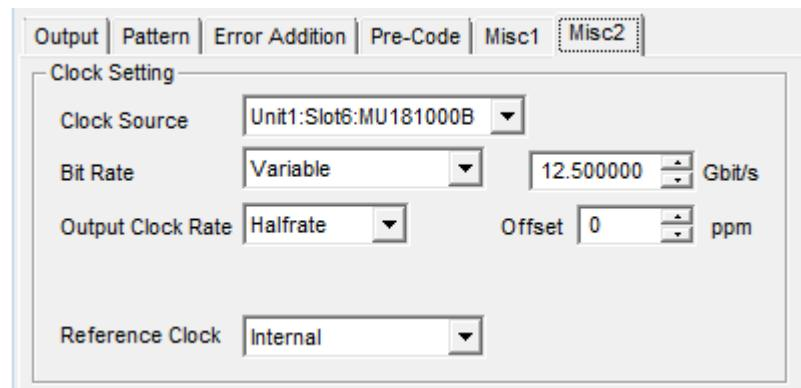

図5.6.1.2-1 Clock Source 設定 (ジッタ連動時)
2. MU183020A 画面の「Bit Rate」設定にて、出力データのビットレートが設定できるようになります。図 5.6.1.2-1 の例では、出力データを 12.5 Gbit/s に設定しています。